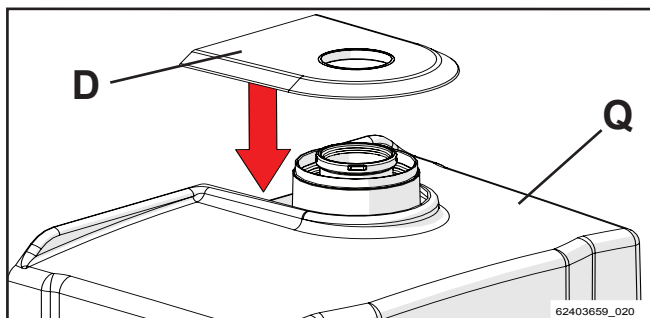

Figure 5-55
- 9.- Appliquer la garniture anti-pluie « D » sur la couverture « Q » comme sur la Figure 5-55.